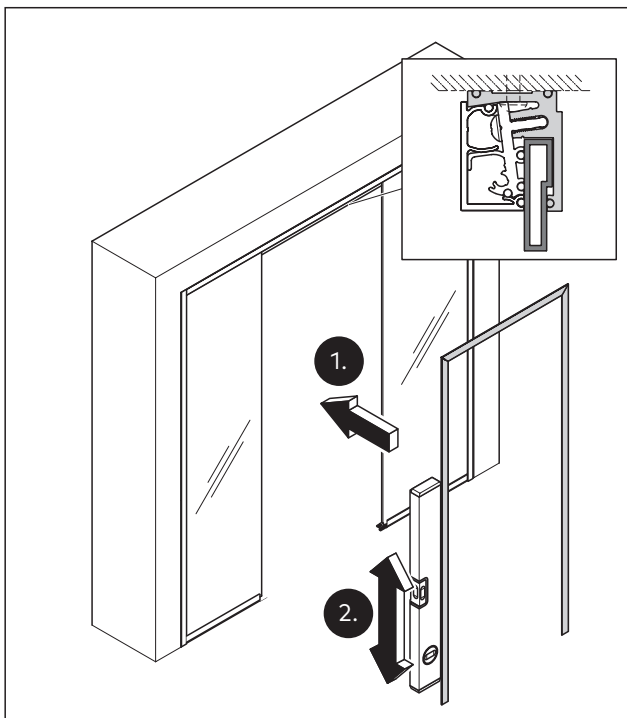

Abb. 29 Das Grundprofil für die Zarge von der Bandgegenseite in die Durchgangsöffnung stellen
- Das Grundprofil für die Zarge von der Bandgegenseite in die Durchgangsöffnung stellen (Abb. 29).